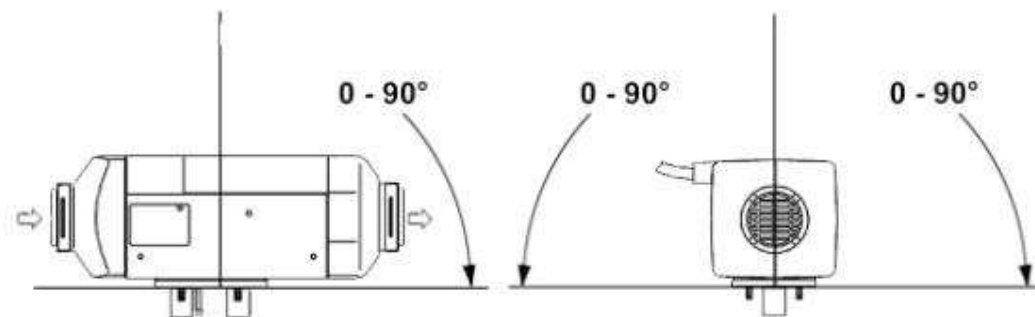

Рис. 10
4.2.4 Направление установки печки представлено на Рис. 10. Будьте внимательны, углы наклона не должны превышать установленные пределы, в противном случае это может повлиять на работу печки.